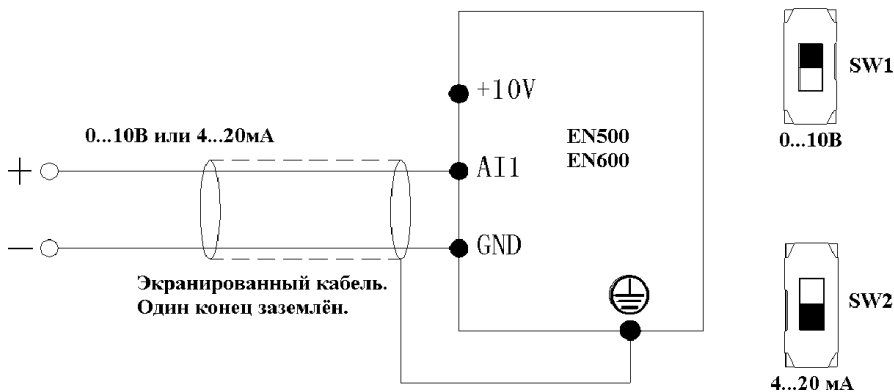

Рис.3-11 Схема подключения к входу AI1
(1) AI1 - Аналоговый вход по току (4...20 мА) или напряжению (0...10В), режим работы выбирается переключателем SW1, подключение на рис. 3-11.